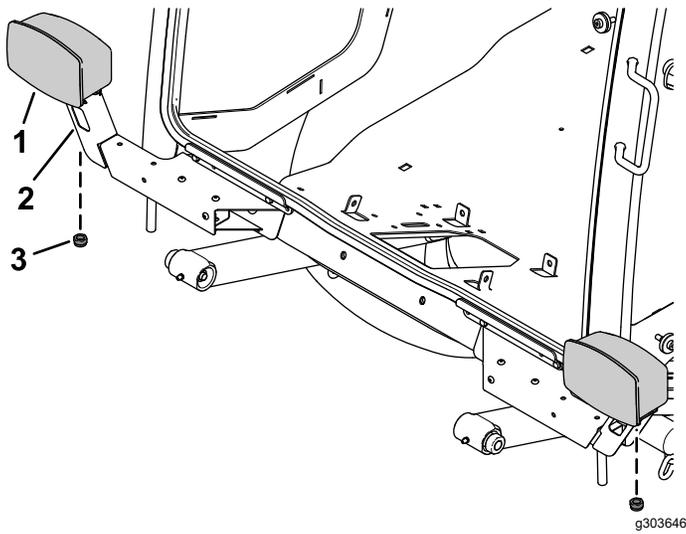

Figura 16
3. Sujete el conjunto de luz izquierda y el conjunto de luz derecha al soporte de la luz izquierda y al soporte de la luz derecha usando la tuerca hexagonal de los conjuntos de luces (Figura 16).